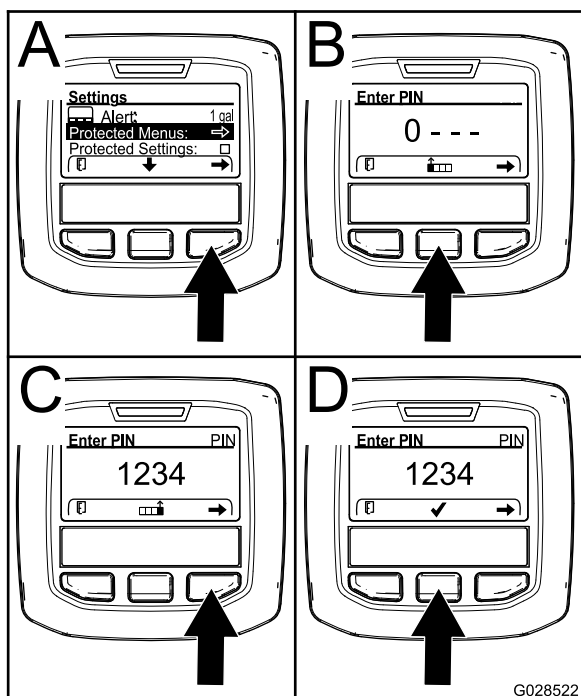

图11
2. 按右侧选择按钮可选择受保护菜单图11。
- 按中间选择按钮图11 中的 B可增加数值09。
- 按右侧选择按钮图11 中的 C可将光标移至右边的下一个数值位置。
**注意** 核选标记图标将显示在中间选择按钮的上方图11 中的 D。
5. 按中间选择按钮图11 中的 D输入密码。